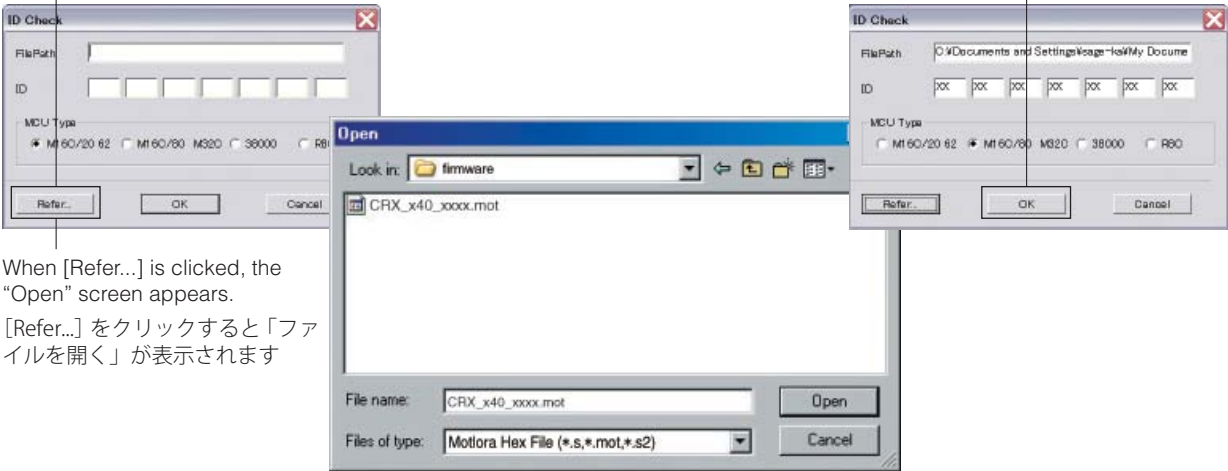

Fig. 3
- 4. Click [Refer...] and select the firmware name. (Fig. 3)
- * The ID code and MCU type are loaded automatically when the file is selected. (Fig. 3)Click [OK]. (Fig. 3)
- 4. [Refer...] をクリックし、書き込むファームウェアを選択します。(Fig. 3)
- ※ ID、および MCU Type は書き込みファイル選択後、自動的に取り込まれます。(Fig. 3)[OK] をクリックします。(Fig. 3)